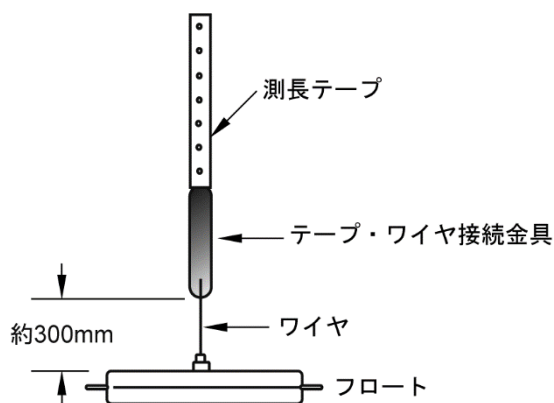

図 27. フロート直上約 300mm ワイヤの場合の取り付け
- ② フロートの直上約 300mm 程度を測長ワイヤにする場合。(液面動揺が激しいタンクや、簡単に開放できない高圧タンク等で繰り返し疲労のため、折損率の高いフロートの直上約 300mm を耐久力のある測長ワイヤにする方法。(図 27 参照)